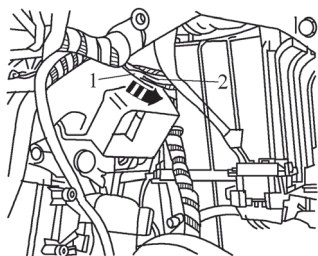

图 5-24 拆卸右侧脚部空间出风口温度传感器 G262
3) 如图 5-24 所示, 将右侧脚部空间出风口温度传感器 G262 沿箭头方向旋转 90° , 并将其从空调暖风装置中取出。
(7) 蒸发器出风口温度传感器 G263 的拆装